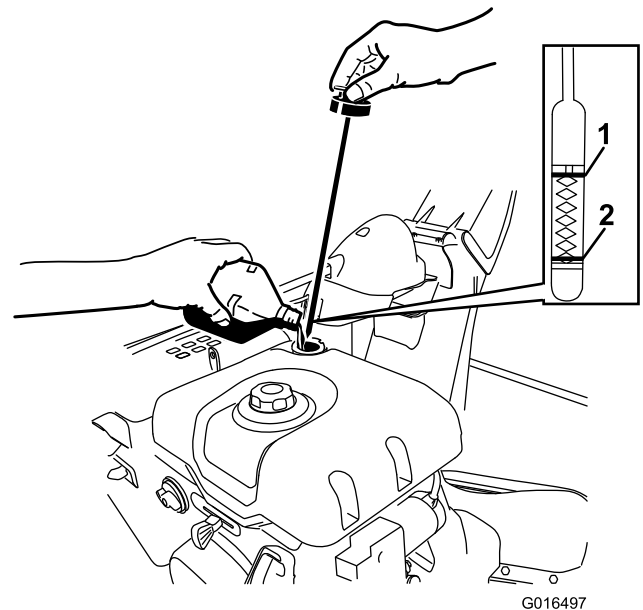

Figure 42
2. Sortez de nouveau la jauge et contrôlez le niveau d'huile (Figure 42). Ajoutez de l'huile, si le niveau est en dessous du repère du minimum sur la jauge (voir Plein d'huile du carter moteur).